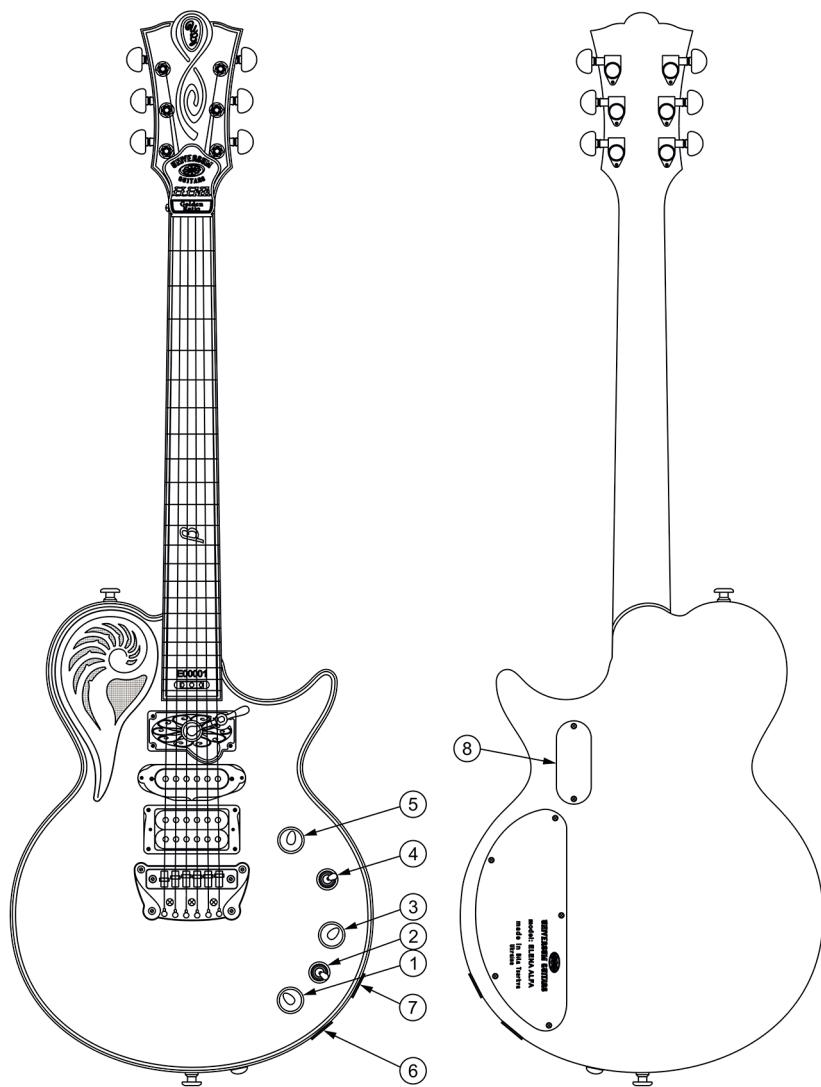

Fig18
- Prises de sortie - acoustique (Fig. 18 position 7) et électromagnétique (Fig. 18 position 6).
- Batterie - 1 pièce. (Fig. 18 position 8).
- 1) Le bras du potentiomètre de réglage du volume du lecteur de microphone (Fig. 18 position 1). Il règle le volume du lecteur de microphone en mode acoustique (lecteur acoustique) et combiné (lecteurs de microphone et électromagnétiques).
- 2) Bras du commutateur-mélangeur à trois positions (Fig. 18 position 2):
- 3) Le bras du potentiomètre de réglage de tonalité avec un commutateur à deux directions de type «Push-Pull» (Fig. 18 position 3):
- 4) Bras du commutateur-sélecteur à trois positions (Fig. 18 position 4): inverse la combinaison de commutation des lecteurs électromagnétiques.
- 5) Bras du potentiomètre de réglage du volume (Fig. 18 position 5) de la guitare électrique en mode électromagnétique du fonctionnement (lecteurs électromagnétiques).